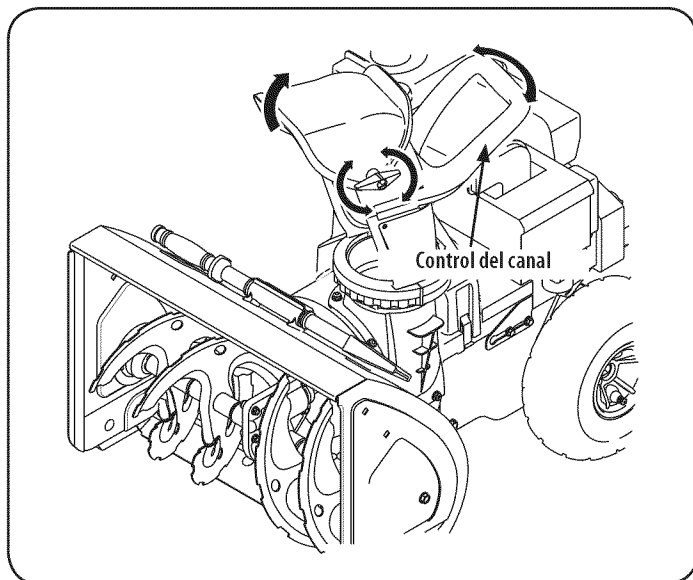

Figure 27
2. Apriete la perilla de aletas del canal superior asegurándose de que el perno del carro se encuentre correctamente colocado. Consulte la Figure 27.